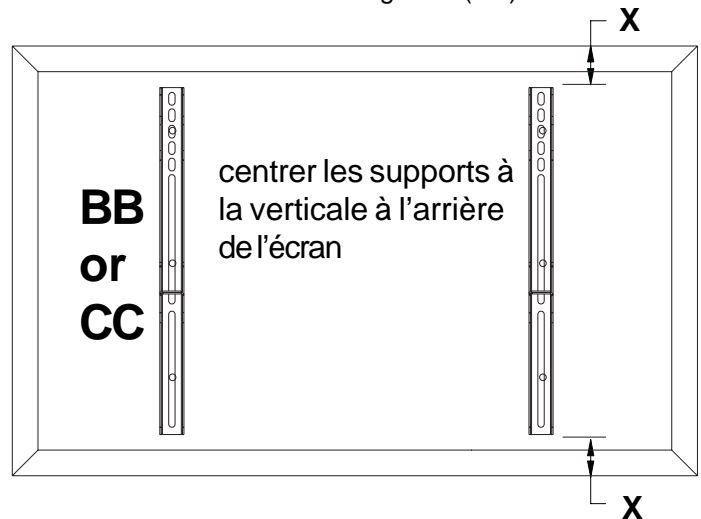
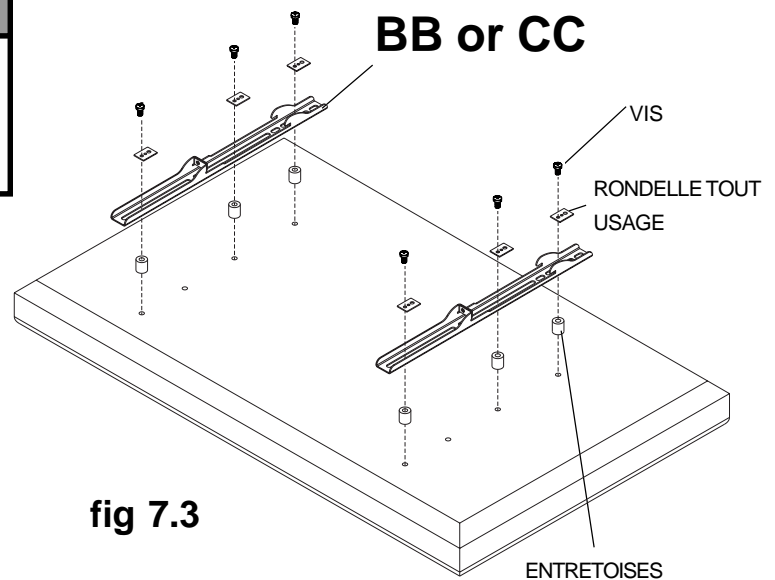

fig 7.1
fig 7.3
- 7** Afin d'éviter d'égratigner l'écran, posez un morceau de tissu sur une surface plane et de niveau qui peut supporter le poids de l'écran. Déposez l'écran à plat, tourné vers le bas. Si l'écran possède des boutons à l'arrière, enlevez-les pour pouvoir attacher les supports adaptateurs. Placez les supports adaptateurs (**BB ou CC**) à l'arrière de l'écran, alignés aux trous et centrés sur l'arrière de l'écran comme illustré à la figure 7.1. Attachez les supports adaptateurs au dos de l'écran à l'aide de la combinaison appropriée de vis, rondelles tout usage et entretoises comme illustré à la figure 7.3.